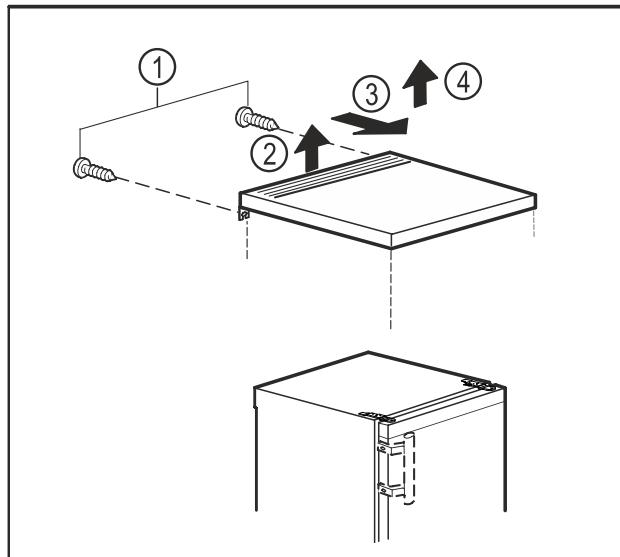

Fig. 9
- Odstráňte skrutky na zadnej strane. Fig. 9 (1)
- Zdvíhnite dosku stola vzadu. Fig. 9 (2)
- Posuňte dosku stola nahor. Fig. 9 (3)
- Odoberte dosku stola nahor. Fig. 9 (4)